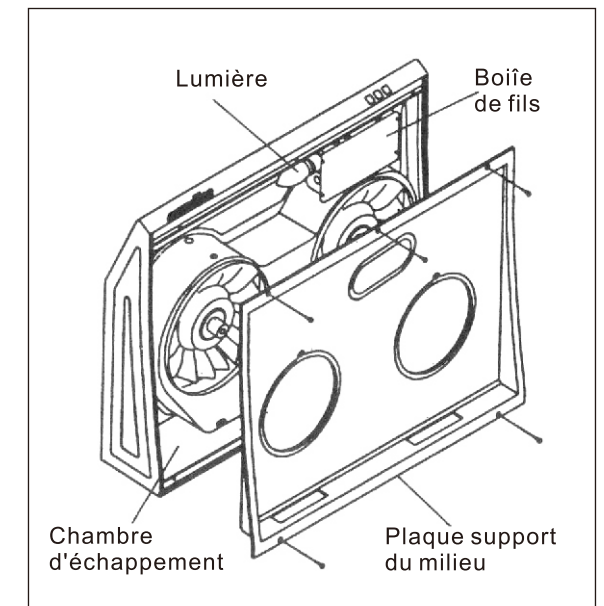

Fig. 11 Enlever la plaque de support du milieu
- 7. Dévissez les vis au milieu de la plaque de support avec un tournevis "Philips" (Fig. 11)